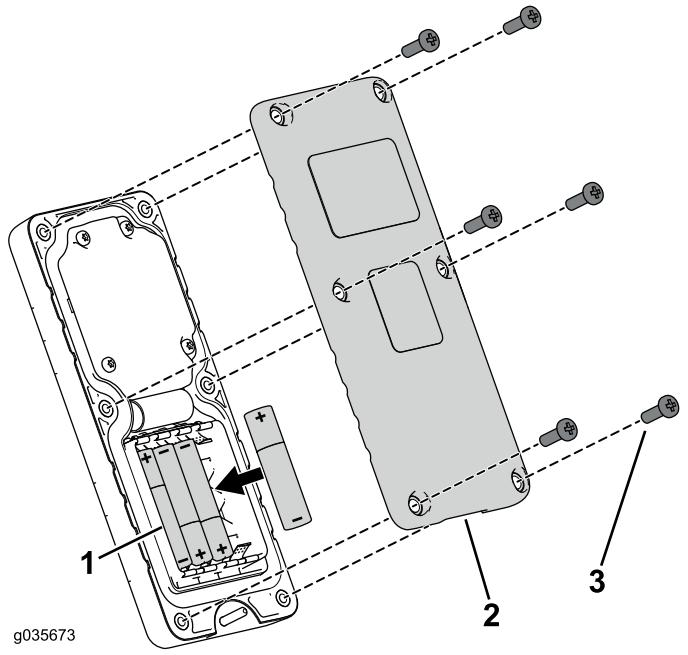

Figura 32
- Togliete le 6 viti dalla parte posteriore del telecomando e togliete il coperchio (Figura 32).
- Montate il coperchio e fissatelo con le 6 viti precedentemente rimosse (Figura 32) e serratele a una coppia di 1,5-1,7 N·m.